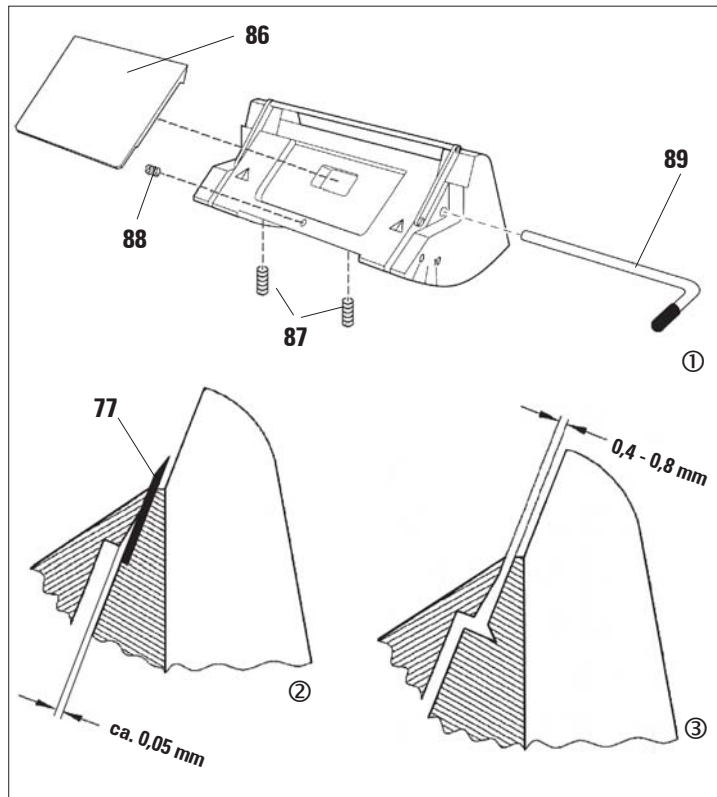

Fig. 31
- Colocar la placa de presión (86) en su posición correcta, insertar la palanca de sujeción (89) y apretar la palanca sólo ligeramente.
- Con los tornillos (87) ajustar la placa de presión en altura. Los bordes superiores de ambas placas de presión (86) y (80) tienen que estar paralelos y a la misma altura.
El ángulo libre de la placa de presión anterior (86) se ajusta con un tornillo prisionero (88) accesible a través de un orificio en la cara inferior del porta-cuchillas (ver 88 Fig. 31).
- Insertar una cuchilla (77) y sujetarla ligeramente con la palanca (89).
- Con el tornillo (88) ajustar la placa de presión anterior (86) de manera que sólo el borde superior de la placa ejerza presión sobre la cuchilla. Tiene que quedar visible una hendidura (Fig. 31/2). Para realizar el ajuste se necesita un destornillador pequeño (aprox. 3,0 x 70).
- Al realizar el ajuste, asegúrese que la distancia entre las dos placas - al estar aflojado el mecanismo de sujeción - es de aprox. 0,4-0,8 mm (Fig. 31/3).